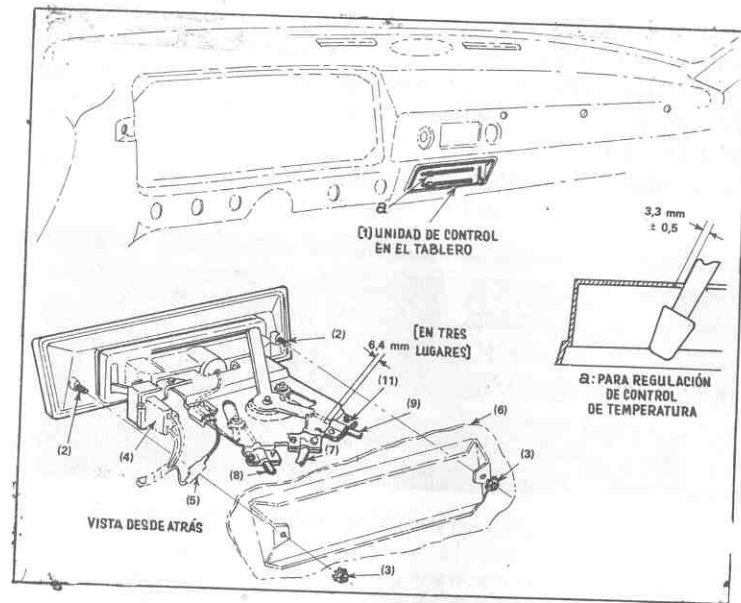

Fig. 110. - Unidad de control del calefactor (tablero).
Las conexiones eléctricas del control del ventilador (4, fig. 110) y la de luz de inscripciones (5) se realizan por medio de conectores rápidos de una sola posición.
La unidad de control (fig. 110) con el mecanismo de
Desplazar la palanca del control de temperatura (palanca superior) hacia la izquierda, dejando una luz de 3,3 mm + 0,5 (detalle a, fig. 110) y mantenerla en esa posición hasta finalizar la operación de montaje.